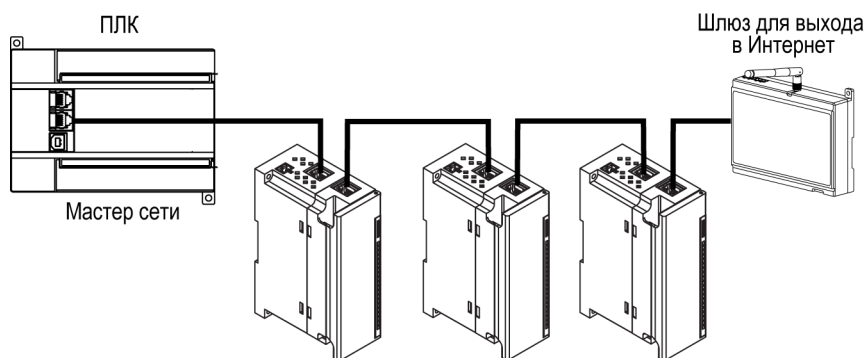

Рисунок 5.12 – Подключение по схеме «Цепочка»
- «Цепочка»/«Daisy-chain» (рисунок 5.12).